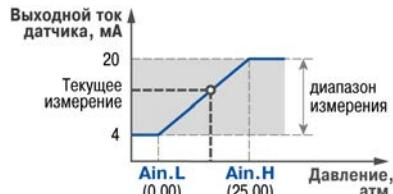

Рисунок 3.2 - Пример задания диапазона измерения
**Пример.** При использовании датчика с выходным током 4...20 мА, контролирующего давление в диапазоне 0...25 атм., в параметре **Ain.L** задается значение 00,00, а в параметре **Ain.H** – значение 25,00 (рис. 3.2). После этого обработка и отображение показаний будет производиться в атмосферах.